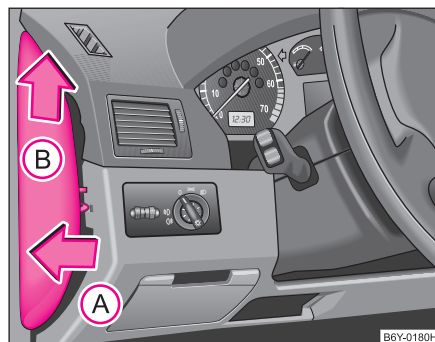

Fig. 167 Tabloul de bord, partea stângă: Capacul suportului de siguranțe
- Introduceți șurubelnița sub capacul cutiei cu siguranțe (în fantă), deplasați-o cu atenție în sensul săgeții (A) și scoateți capacul contrar sensului săgeții (B) ⇒ fig. 167.
- Împingeți capacul cutiei cu siguranțe mai întâi în sensul săgeții (B) și apoi apăsați-l contrar sensului săgeții (A), încât elementele de ghidare să se fixeze în orificiile din bord.